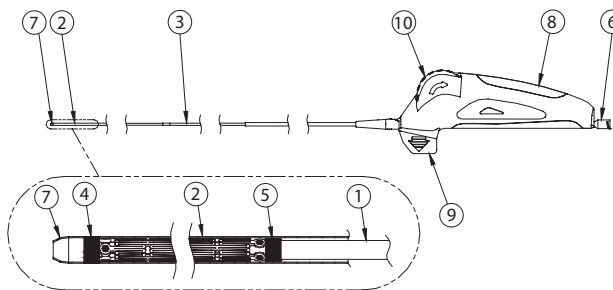

Figura 1. Sistema de entrega Entrust
O sistema de entrega Entrust, ilustrado na **Figura 1**, possui um design de haste triaxial composto por uma haste interna (1), uma bainha externa retrátil prateada (2) e uma bainha de isolamento dourada (3) para facilitar a utilização durante a colocação. O manípulo de acionamento ergonómico (8) dispõe de um pino de bloqueio de segurança removível (9), um botão giratório de acionamento (10) e um conector luer (6).